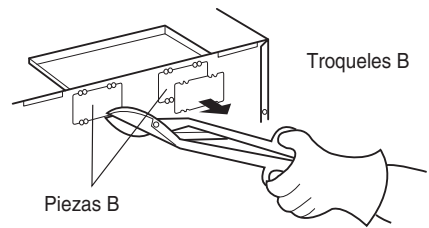

Ilustración 15
3. Usar cortadoras laterales o tijeras para metal u hojalata para cortar y retirar los troqueles B de la placa Trasera. Desechar los troqueles. Tenga cuidado de no deformar la placa. Consultar Ilustración 15.